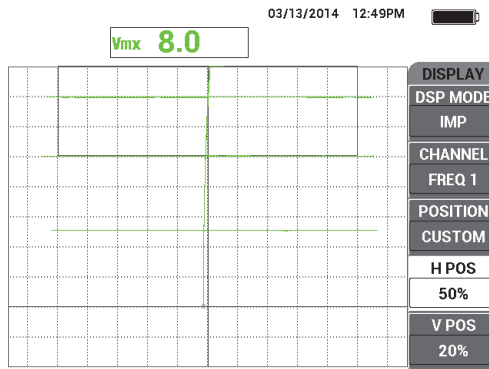

Abbildung 5-88 Weitere erstellte horizontale Markierungen
10. Wiederholen Sie Schritt 9 mit zwei Visitenkarten und dann mit einer Visitenkarte, um weitere horizontale Markierungen zu erstellen (siehe Abbildung 5-88 auf Seite 205).